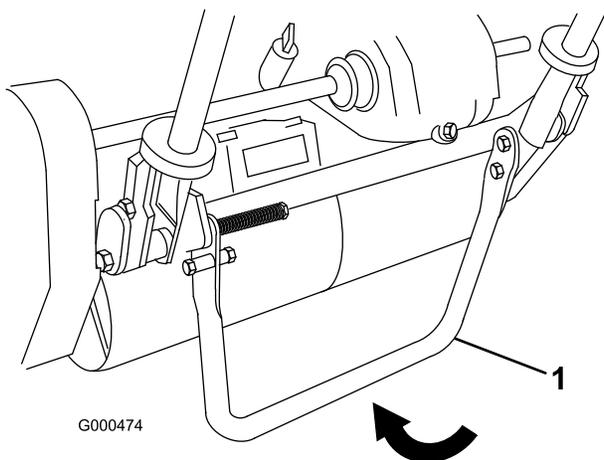

図 13
1. キック・スタンドを立てる(スタンドを足で下げながらハンドルを持ち上げる; 図 13)。